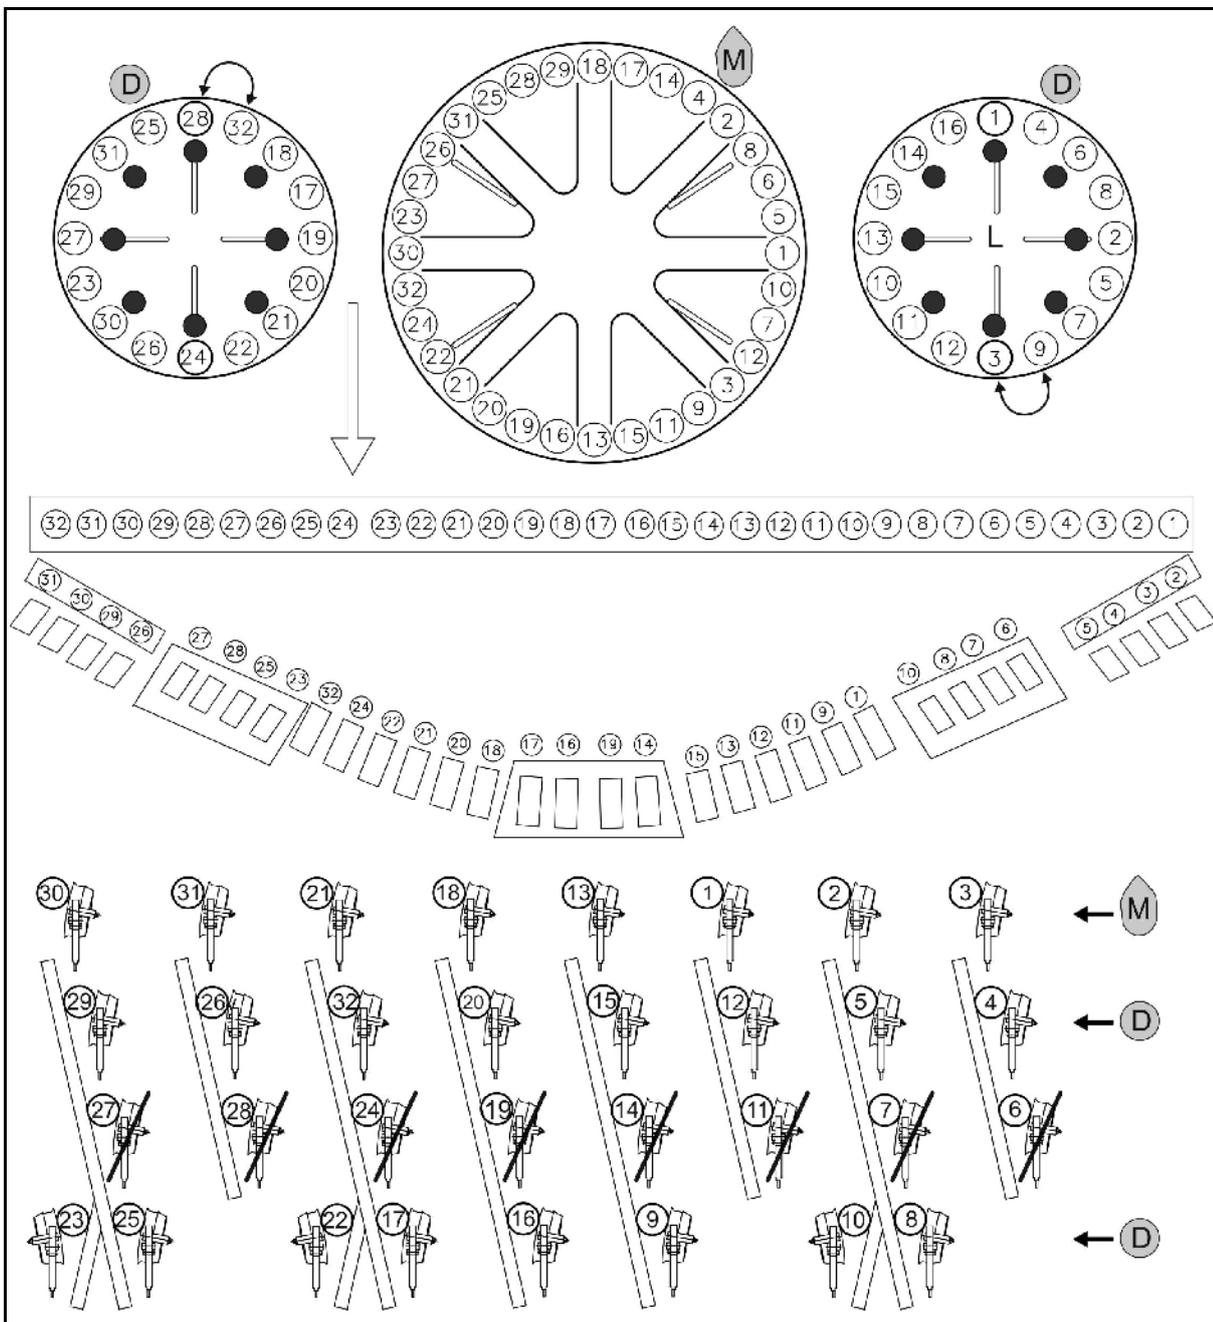

Fig. 51
- Mais M: Verschlussbleche entsprechend Fig. 51 montieren.
- Dünger D: Verschlussstopfen entsprechend Fig. 51 montieren.